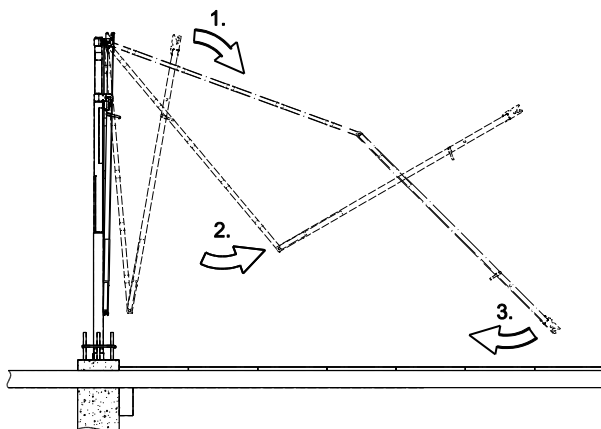

Bild 24. Utfällning av SkyReach Förankringsenhet.
2. Lossa Låssprinten som sitter på mastens nedre fästöron, där den säkrar bom och stag. Fortsätt enligt Bild 24.